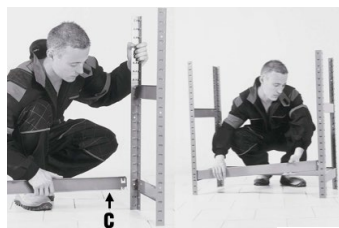

fig. 3
4. Reliez les supports verticaux au moyen de 2 des supports de tablette longs (C) (fig. 3).